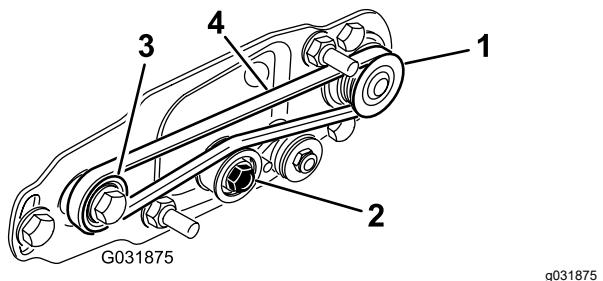

図 24
- 駆動プーリにベルトを掛け、次に、アイドラー プーリの上部に掛ける図 24。
- 受動プーリからベルトを掛け始める図 24。